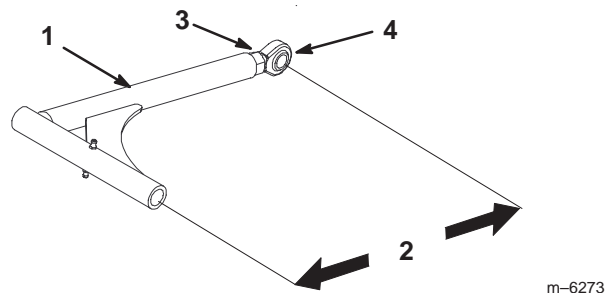

Figure 71
11. Si la poulie de renvoi fixe touche l'extrémité de la fente de réglage et si la courroie a besoin d'être tendue davantage, il est possible de modifier légèrement la longueur des bras de poussée (Fig. 71).
12. Pour régler les bras de poussée, desserrez l'écrou de blocage et tournez la rotule dans le sens anti-horaire, un tour à la fois. Réglez chaque côté de la même façon (Fig. 71).